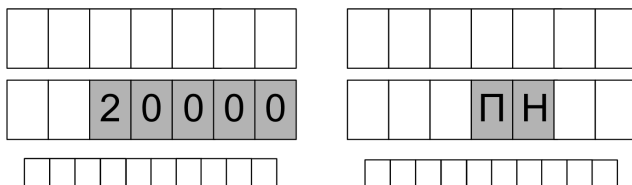

Рисунок 13
11.2 Доза на устройство задается оператором с помощью СУ. В начале нового налива, когда устройство готово к отпуску топлива, мигающими символами в средней строке ЖКИ (при задании дозы в литрах), либо в верхней (при задании дозы в килограммах) отображается значение заданной дозы, а в случае отпуска без указания размера дозы – символы "ПН" ("предельный налив"). Это предоставляет удобный способ определить, когда можно начать налив, а также убедиться, что задано требуемое количество топлива (рисунок 13).